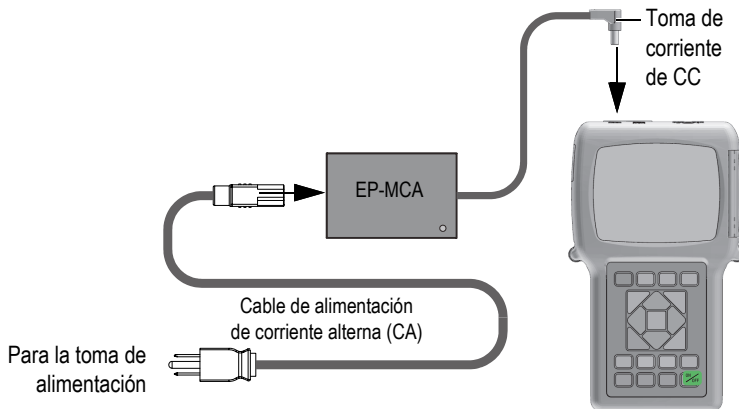

Figura 2-2 Conexión del cargador/adaptador
1. Conecte el cable de alimentación de CA al cargador/adaptador (N.º de referencia: EP-MCA [U8767042]) y a una toma de tensión apropiada (ver Figura 2-2 en la página 52).